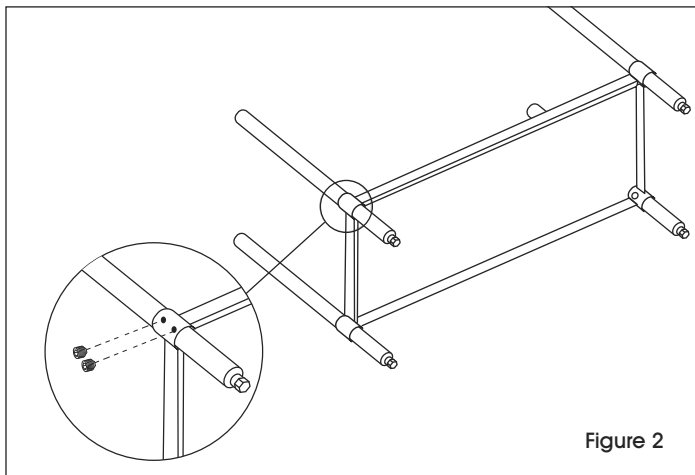

Figure 2
2. Secure legs to undershelf with set screws using 5/32" Allen wrench. (See Figure 2)
- Fixez les montants à la tablette inférieure à l'aide des vis de réglage et de la clé Allen de 5/32 po. (Voir Figure 2)